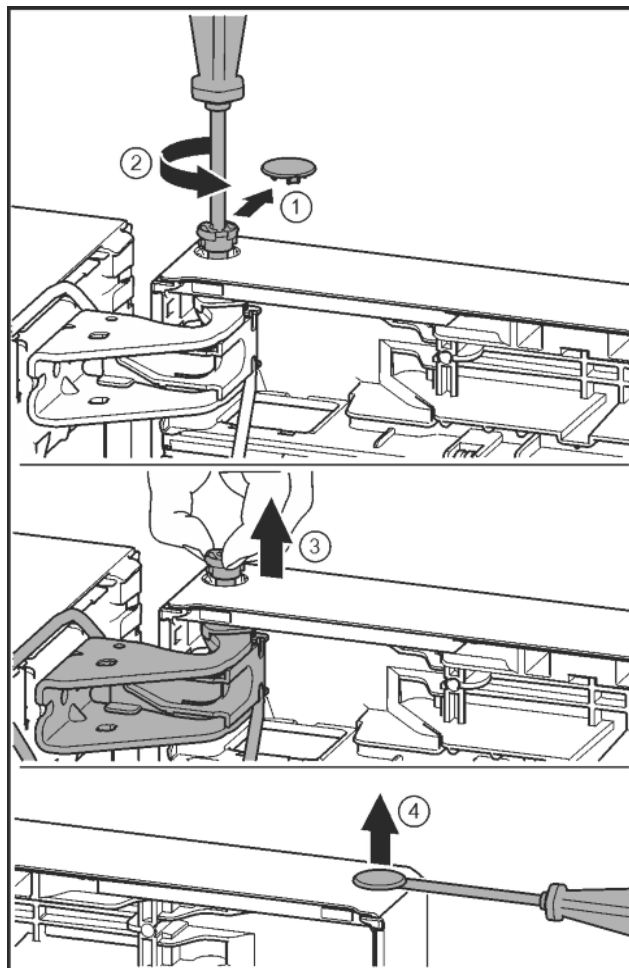

Fig. 23
- ▶ Veiligheidsafdekking voorzichtig eraf trekken. Fig. 23 (1)
- ▶ Bout met schroevendraaier T15 een stukje eruit draaien. Fig. 23 (2)
- ▶ De deur vasthouden en de bout met de vingers eruit trekken. Fig. 23 (3)
- ▶ Stop voorzichtig met een sleufschroevendraaier uit de lagerbus van de deur optillen en eruit trekken. Fig. 23 (4)